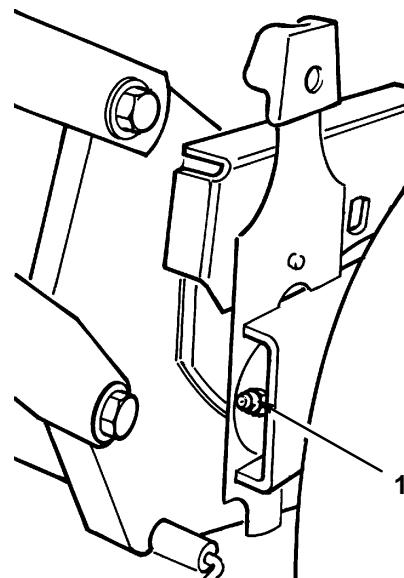

Figure 27
1. Lleve las palancas de altura de corte de las ruedas traseras a la graduación del centro. Limpie las copillas de engrase con un trapo limpio (Fig. 27). Instale la pistola de engrase en la copilla y aplique 2 ó 3 bombazos de Grasa a Base de Litio Multiuso #2. El exceso de presión puede dañar los sellos.